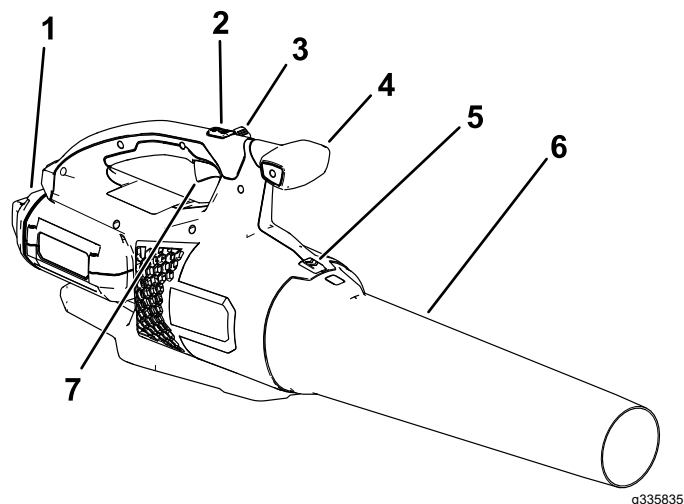

Figur 1
Skjut på det nedre röret på blåsarhuset. Du kan behöva trycka ned rörspärren på blåsarröret för att röret ska låsas fast (Figur 1).
3. Ta tag i handtaget och tryck in batteripaketet i handtaget tills spärren låser det på plats (Figur 1).